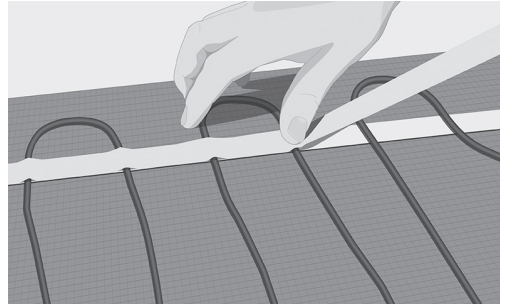

Fig. 11. Lås fast kabelen med maskeringstape
10. Fest kabelen med maskeringstape oppå kabelen og den dobbeltsidige tapen. Trykk tapen godt fast på kabelen for å forhindre at det dannes luftbobler under innstøpingen (Fig. 11).